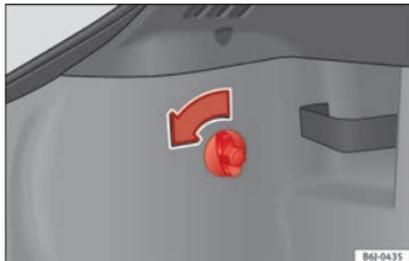

Fig. 105 Accès aux feux arrière.
- Tournez la vis dans le sens de la flèche à la main ou avec un tournevis » fig. 105.
- Retirer le connecteur du logement **A** » fig. 105.